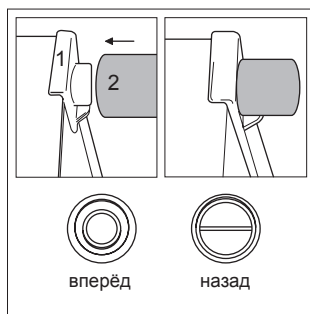

Рис.1
4. Установите ограничительные упоры в верхние углы задней стенки холодильника как показано на рис. 1. Упоры поставляются, в дверной корзине внутри холодильного отделения.